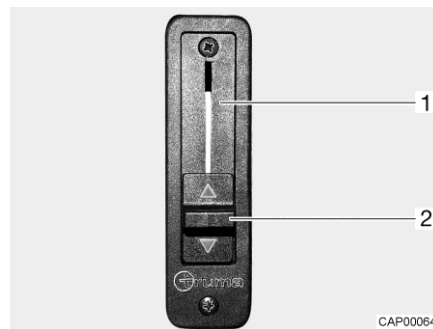

Fig. 39 Regolatore a scorrimento per l'impostazione riscaldamento
- Spingere completamente verso l'alto il regolatore a scorrimento (Fig. 39,2). L'impostazione riscaldamento (Fig. 39,1) è aperta. Il riscaldamento dell'abitacolo riscalda anche il parabrezza.
- Spingere completamente verso il basso il regolatore a scorrimento (Fig. 39,2). L'impostazione riscaldamento è chiusa. Il riscaldamento dell'abitacolo e quello del veicolo di base sono separati l'uno dall'altro.